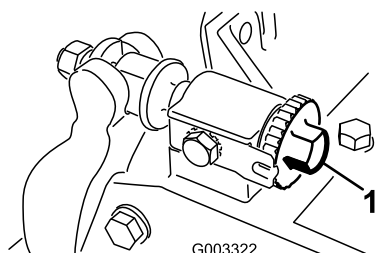

Figure 7
- A. Tournez les vis de réglage de la barre d'appui dans le sens horaire (Figure 7), 1 cran à la fois, jusqu'à ce que vous sentiez et entendiez un léger contact.
13. Insérez une longue bande de papier de performance de coupe (réf. Toro 125-5610) entre le cylindre et la contre-lame, perpendiculairement à la contre-lame (Figure 7), puis tournez **lentement** le cylindre